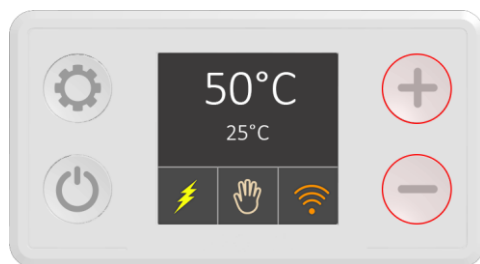

Figura 2 - Modalità manuale
Nel caso esistesse una pressione di rete superiore a 0,5 MPa (5 bar), è necessario applicare un adeguato riduttore di pressione (Figura 2 rif.4) posizionato a monte del gruppo di sicurezza idraulico.
Per evitare sovrappressioni che possano danneggiare l'apparecchio con interventi frequenti del gruppo di sicurezza con relativo gocciolamento, è **obbligatorio** installare un vaso di espansione (Figura 2 rif.1) avente una capacità del 10% della capacità nominale di ciascun apparecchio riscaldante. Provvedere all'installazione dello stesso secondo le istruzioni del fabbricante. Il vaso di espansione si rende necessario poiché mantiene una pressione regolare ed evita dannosi colpi d'ariete o sovrappressioni accidentali.
- portare il rubinetto presente sul gruppo idraulico (Figura 2 rif. 3) in posizione di funzionamento, l'apertura del rubinetto permette l'alimentazione dell'apparecchio. Il ritegno incorporato nel gruppo di sicurezza idraulico impedisce il ritorno dell'acqua calda;
- manovrare la manopola per lo svuotamento presente sul gruppo di sicurezza idraulico (Figura 2) in posizione di apertura;